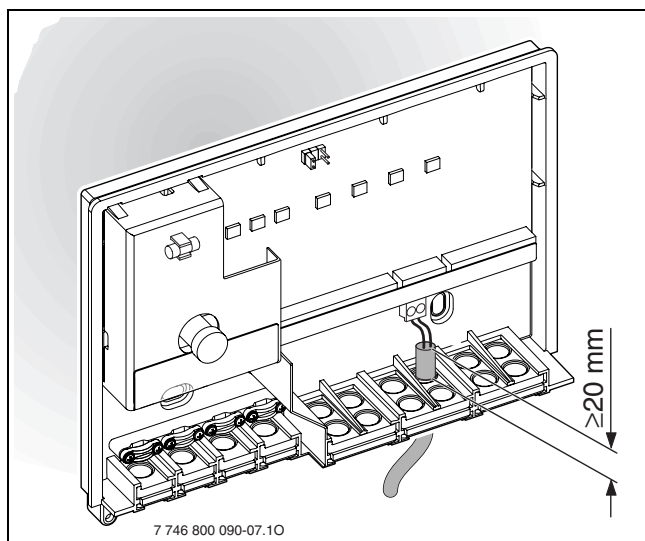

Fig. 12 Stænkbeskyttelse
Til stænkbeskyttelse (IP): Læg ledningerne, så kabelkappen mindst stikker 20 mm ind i kabelgennemføringen (→ fig. 12).